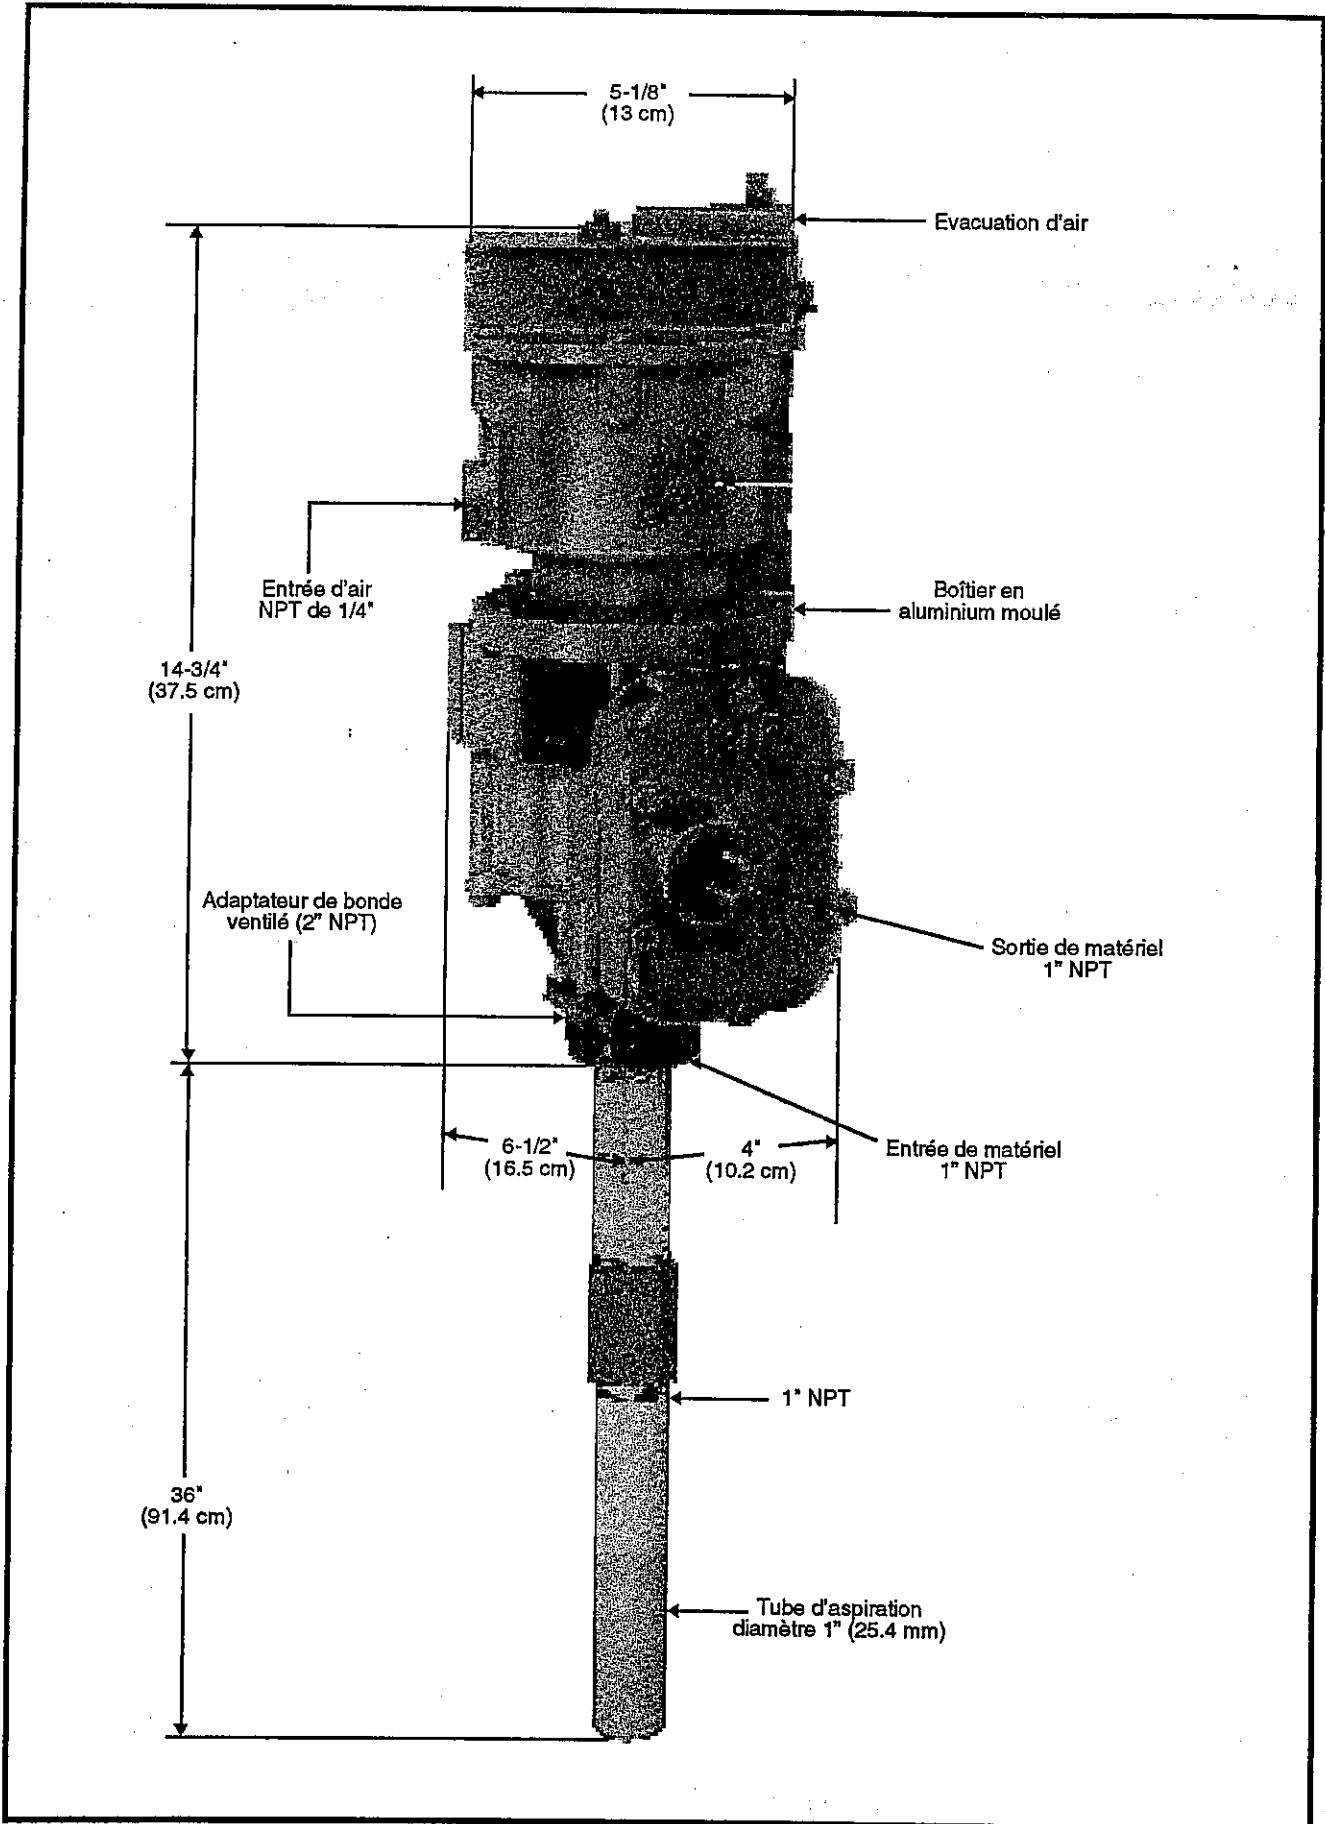

Figure 2 : Pompe de transfert modèle 6799
18. Pour compléter l'installation, desserrez 2 vis 393490-34 (situées sur l'adaptateur de bonde) pour déplacer l'adaptateur de bonde. (Voir Figures 2 ou 4.)